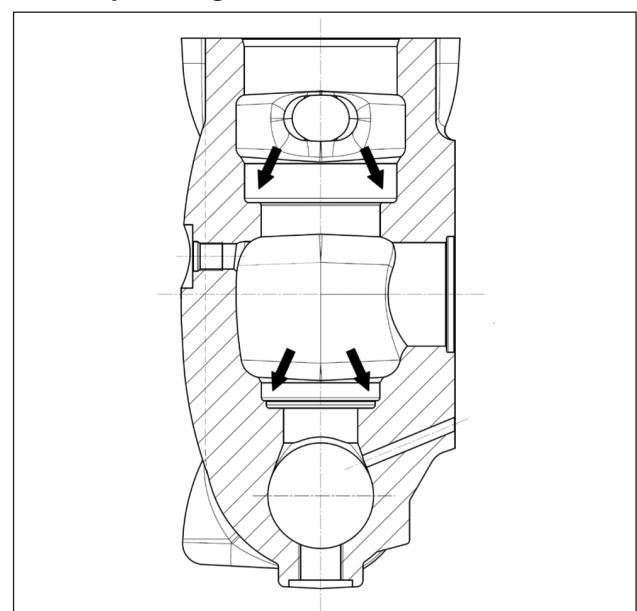

Fig. 115
Antes de reposicionar os grupos da válvula, limpe e enxugue perfeitamente as relativas ranhuras no cabeçote, indicadas pelas flechas (pos. ①, Fig. 115).